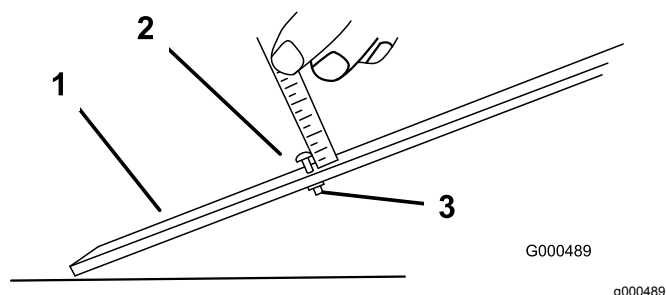

Figura 55
3. Afloje la tuerca de la barra de ajuste (Figura 55) y ajuste el tornillo para la altura de corte deseada. La distancia entre la parte inferior de